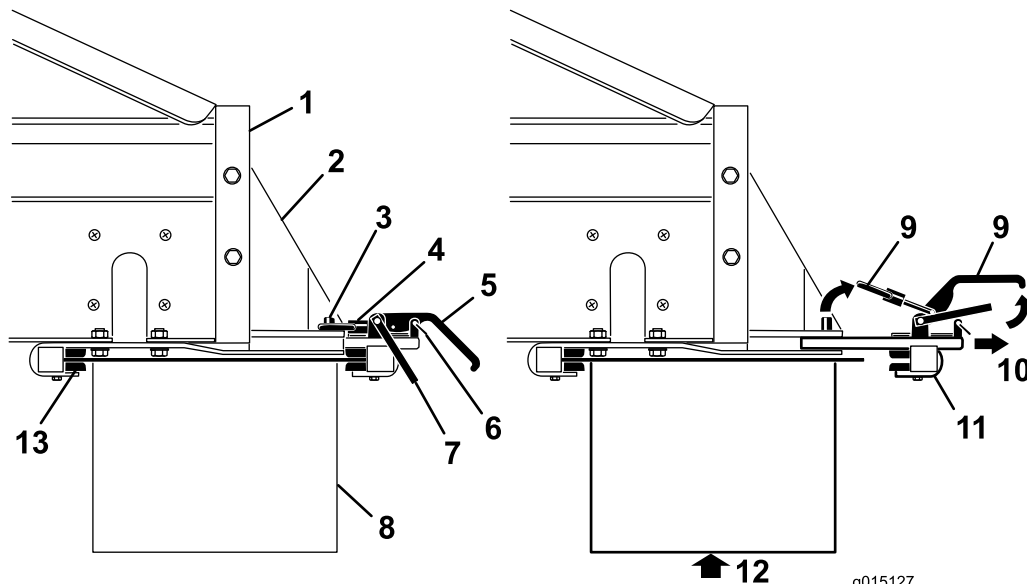

Bild 48
3. Entfernen Sie die Sicherheitsriegelclips von den Klemmgriffen (Bild 48).
4. Heben Sie zuerst den Sicherheitsriegel und dann die Klemmgriffe des Anbaugeräts an und lösen Sie die Arretierungsringe von den Arretierstiften (Bild 48).
5. Schieben Sie die hintere Anbaugerätklemme aus den Schnellbefestigungsschlitzen (Bild 48).
6. Setzen Sie die Vorderkante des Querförderers bzw. Drehzapfens mit Hilfe einer anderen Person auf und unter das Heck der Maschine in die vorderen Klemmen der Halterungen (Bild 48) ein.
7. Stützen Sie den Querförderer bzw. Drehzapfen ab und schieben dann die hintere Klemme des Anbaugeräts wieder in die Schlitze in den Halterungen und über die hintere Kante (Bild 48).
9. Setzen Sie die Sicherheitsriegelclips wieder auf die Klemmgriffe (Bild 48).